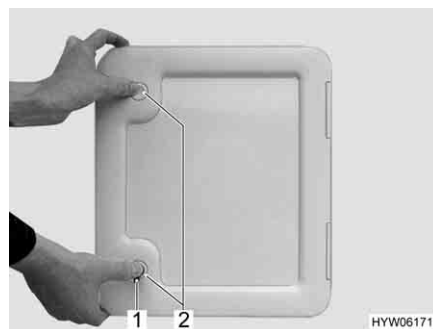

Fig. 29 Portillon pour toilette à cassette
- Insérer la clé dans le barillet du verrou à pression (Fig. 29,1) et la tourner d'un quart de tour.
- Appuyer du pouce et simultanément sur les deux verrous de pression (Fig. 29,2) et ouvrir le portillon pour la toilette à cassette.
- Insérer la clé dans le barillet (Fig. 29,1) et la tourner d'un quart de tour.